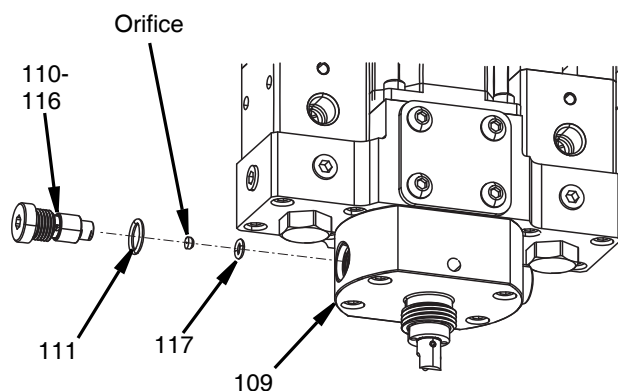

FIG. 29
3. Retirer l'orifice et le joint torique de garniture (117) au bas de la cavité du corps du clapet antiretour et de l'orifice de buse (109). Voir FIG. 29.